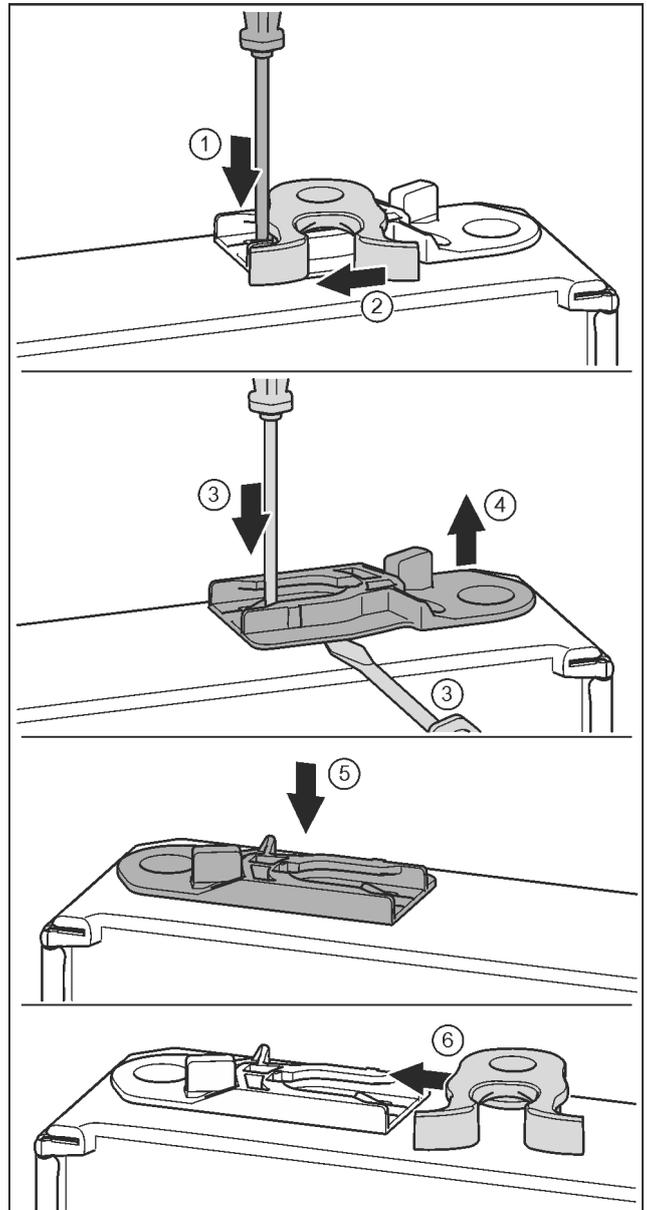

Fig. 34\*
- ▶ Lasche mit Schlitzschraubendreher nach unten drücken. Fig. 34 (1)
- ▶ Schließhaken aus Führung ziehen. Fig. 34 (2)
- ▶ Führungsbuchse herausziehen: Lasche mit Schlitzschraubendreher drücken und gleichzeitig mit Schlitzschraubendreher unter Führungsbuchse fahren. Fig. 34 (3, 4)
- ▶ Im Lieferumfang beiliegende Führungsbuchse auf anderer Gehäuseseite einschieben. Fig. 34 (5)
- ▶ Schließhaken in Führung schieben. Fig. 34 (6)